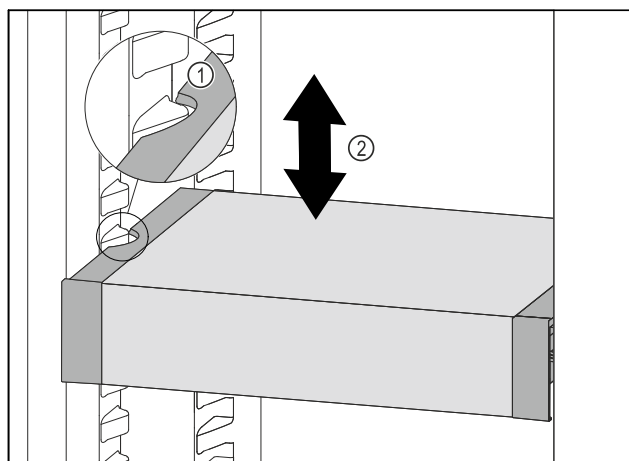

Fig. 98
- Tirare VarioSafe in avanti fino a quando le cavità laterali di VarioSafe non si trovano al livello della nervatura del contenitore nel vano frigorifero. Fig. 98 (1)
- Spostare VarioSafe verso l'alto o verso il basso nel vano frigorifero fino a raggiungere l'altezza desiderata. Fig. 98 (2)